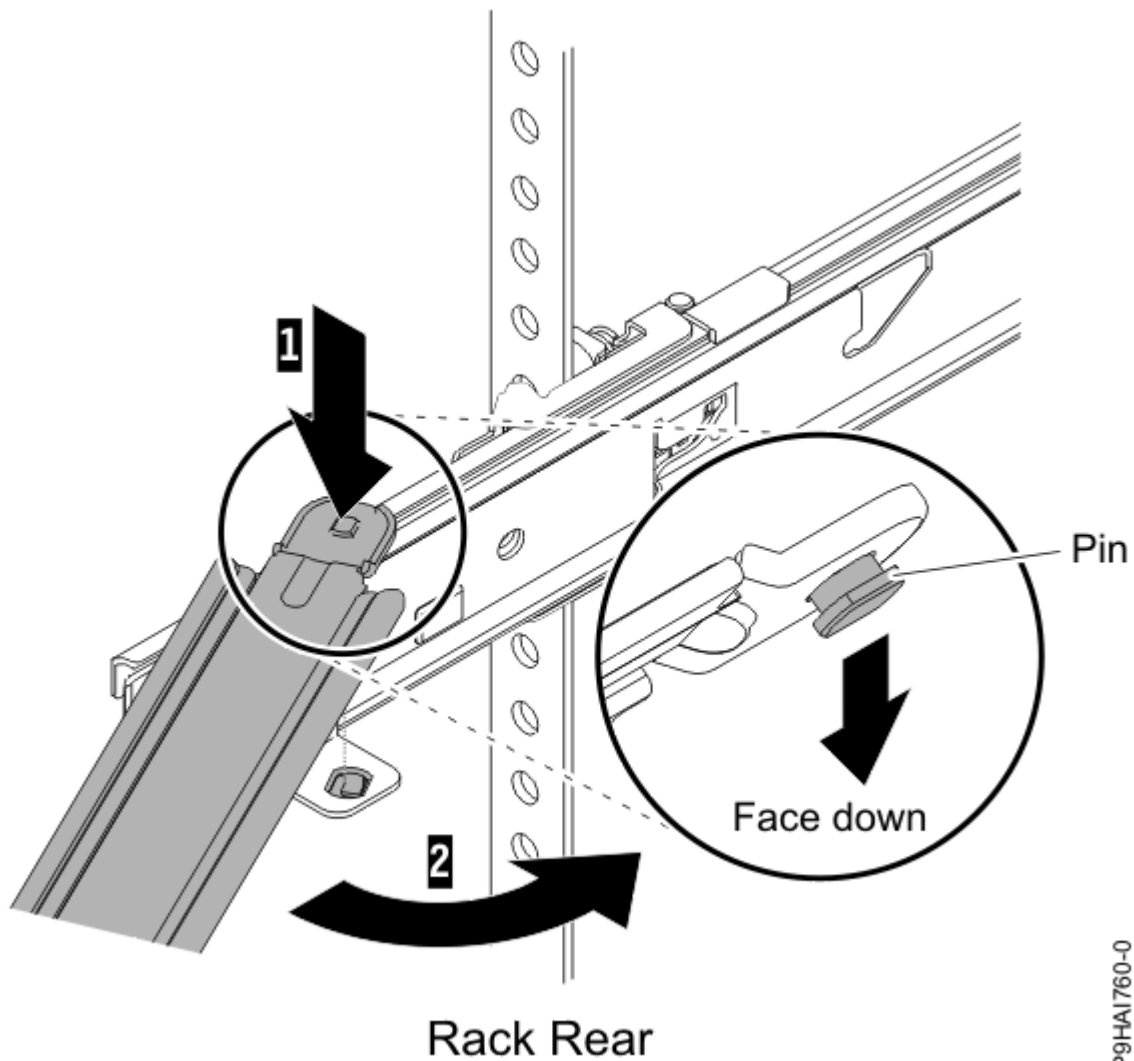

Figura 18. Conexão do Suporte para Organização
8. O suporte para organização de cabos pode ser instalado em qualquer um dos lados do servidor. A Figura 18 na página 35 mostra o suporte sendo instalado no lado esquerdo. É melhor instalar o suporte para organização de cabos para que ele se articule no lado oposto ao das fontes de alimentação a fim de dar acesso a elas. Para instalar o suporte para organização de cabos no lado direito, siga as instruções e instale o hardware no lado oposto. Coloque o pino **(1)** no slot horizontal na parte traseira dos trilhos deslizantes. Em seguida, gire a outra extremidade da barra **(2)** na direção do rack.